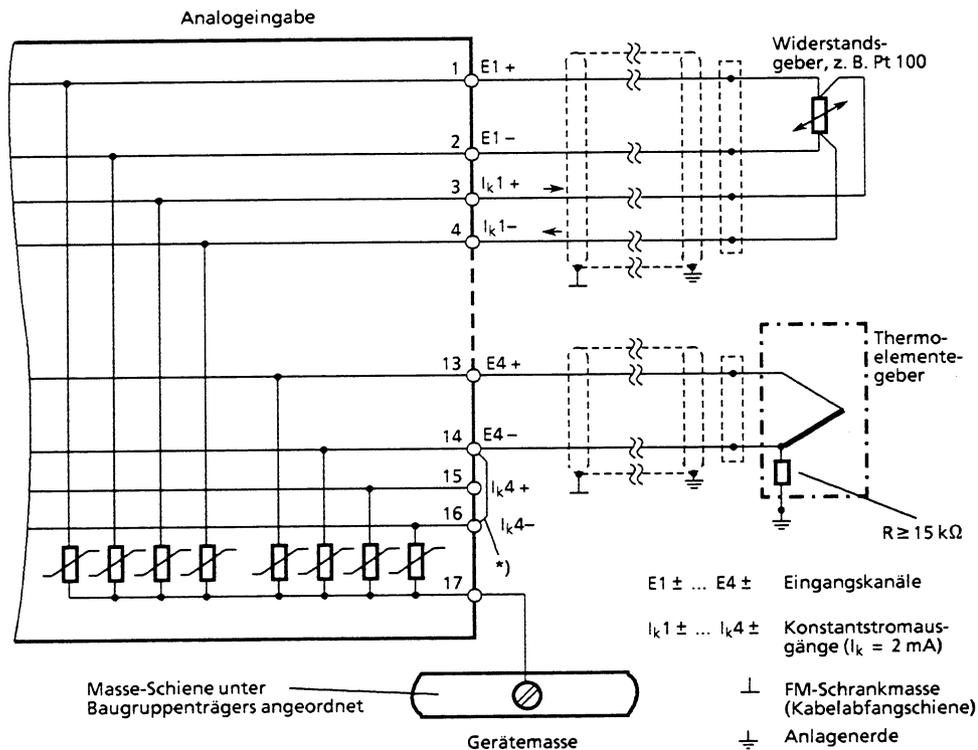

Bild 3 Anschlußschema
- Thermoelementgeber sollten aus Eigensicherheitsgründen vor Ort nicht geerdet werden. Deshalb ist für den betreffenden Kanal an der Klemmleiste der Baugruppe von Klemme E- nach Klemme I_k - eine Kurzschlußbrücke einzulegen (siehe * in Bild 3)